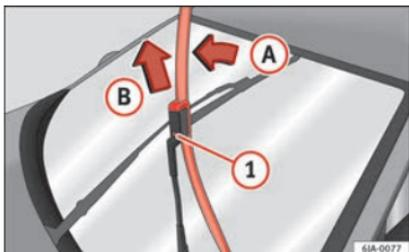

Fig. 70 Spazzole dei tergicristalli.
- Rimuovere il braccio del tergicristallo dal cristallo muovendo leggermente la spazzola nel senso del braccio - freccia **A** » **fig. 70**.